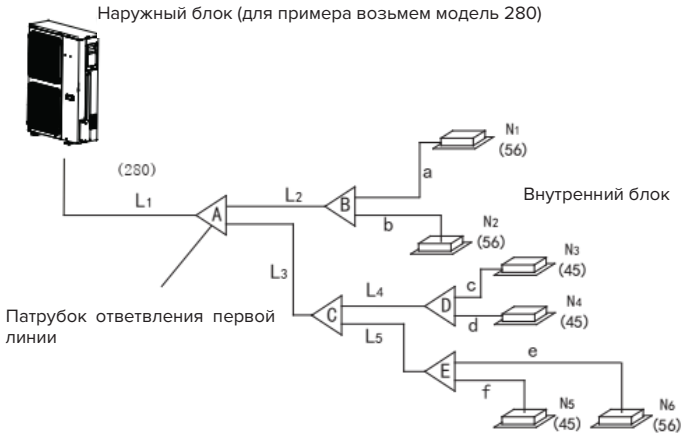

Рис. 4-5
- 2) Пример 1: На рис.4-5, Внутренние блоки ниже по потоку L2, общая мощность которых составляет 45\*2=90, согласно таблице 4.4, диаметр газовой/жидкостной линии L2 составляет: Ø15,9/Ø9,5.